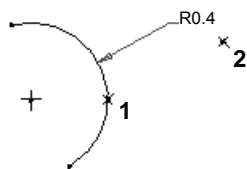

图 4.9.7 半径的标注
Step2. 单击位置 1 选择圆上一点, 中键单击位置 2 以放置尺寸(图 4.9.7)。